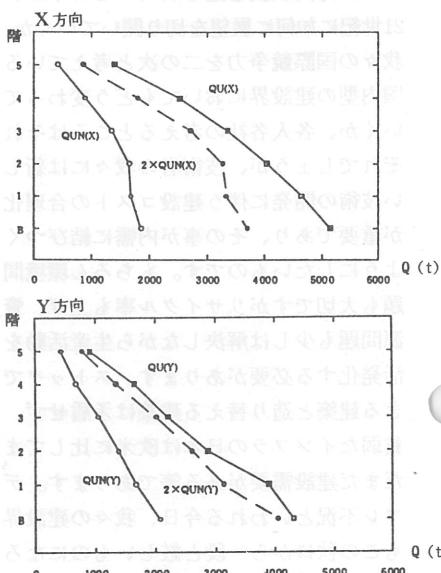

図1 保有水平耐力の比較
- ①鉄骨材料にS N材を使用。
- ②鉄骨仕口部完全溶込溶接部には改良スカラップ工法の採用。
- ③SRC柱に溶接閉鎖型フープの使用。などの構造仕様を盛込んだ。
- 保有水平耐力（QU）と必要保有水平耐力（OUN）の計算結果を図1に示す。